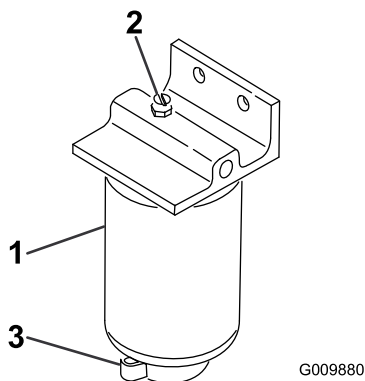

Рисунок 55
3. Откройте сливной кран в днище стакана фильтра (Рисунок 55).
2. Очистите область крепления стакана фильтра (Рисунок 55).